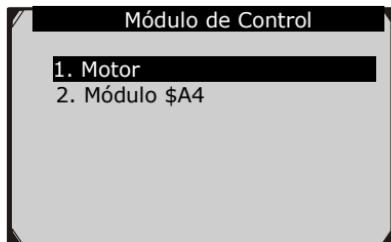

Figura 6.2
- Si el esc áner detecta m ás de un m ódulo, le solicitar á seleccionar uno antes de la prueba. (Figura 6.2)